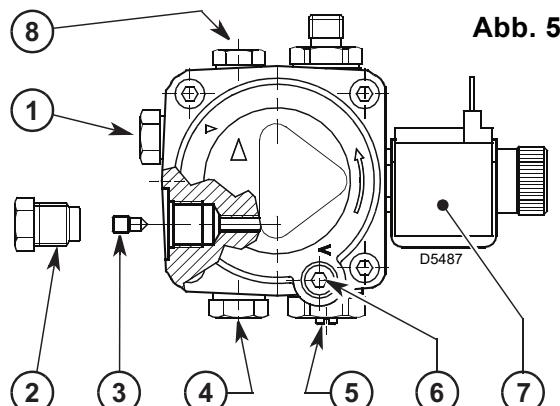
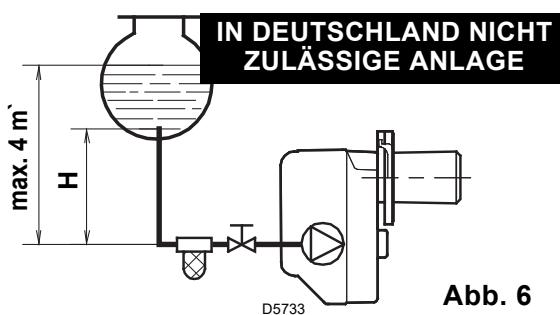

Abb. 5
Abb. 6
- Die Pumpe ist werkseitig für den Zweirohr-Betrieb eingerichtet. Wird ein Pumpen-Einrohrbetrieb für notwendig erachtet, so ist der Rücklauf-Schlauchleitungsstopfen (2) zu lösen und die By-Pass Schraube (3) zu entfernen. Danach ist der Rücklauf-Schlauchleitungsstopfen wieder einzuschrauben. (Siehe Abb. 5).
Bei der in Abb. 6 dargestellten Anlage ist es ausreichend, wenn man den Vakuummeteranschluß (5, Abb. 5) lockert und das Austreten des Brennstoffes abwartet.
Veränderungen werden mit Hilfe der Schraube (4, Abb. 5, Seite 4) vorgenommen.